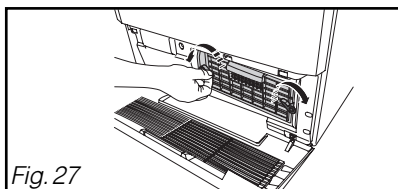

Fig. 27
- Déverrouillez le condenseur (Fig. 27).